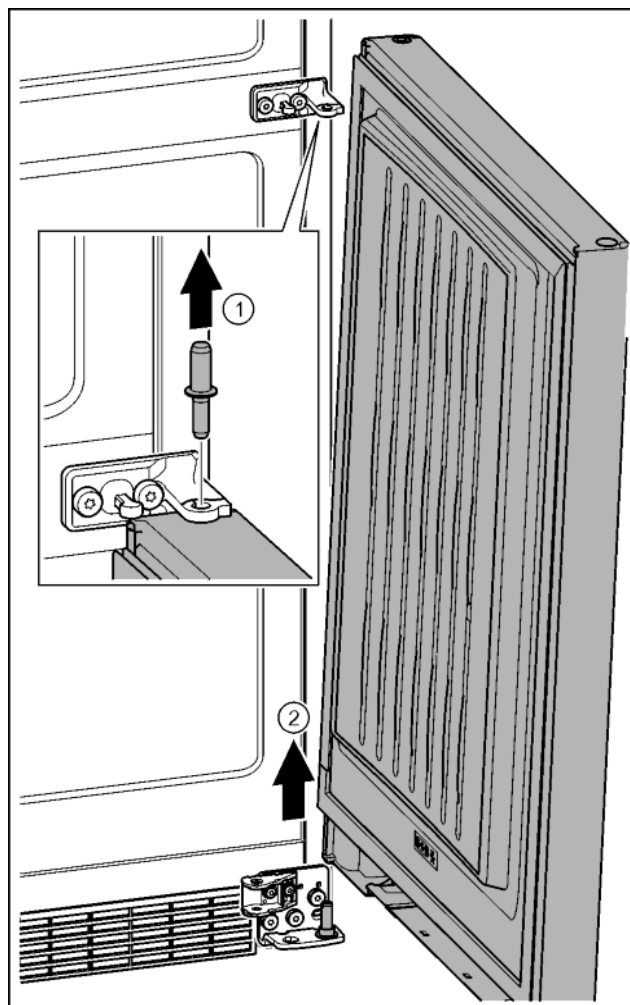

Fig. 22
- Estrarre il perno verso l'alto. Fig. 22 (1)
- Ruotare la porta per estrarla sollevandola e sistemarla da parte. Fig. 22 (2)